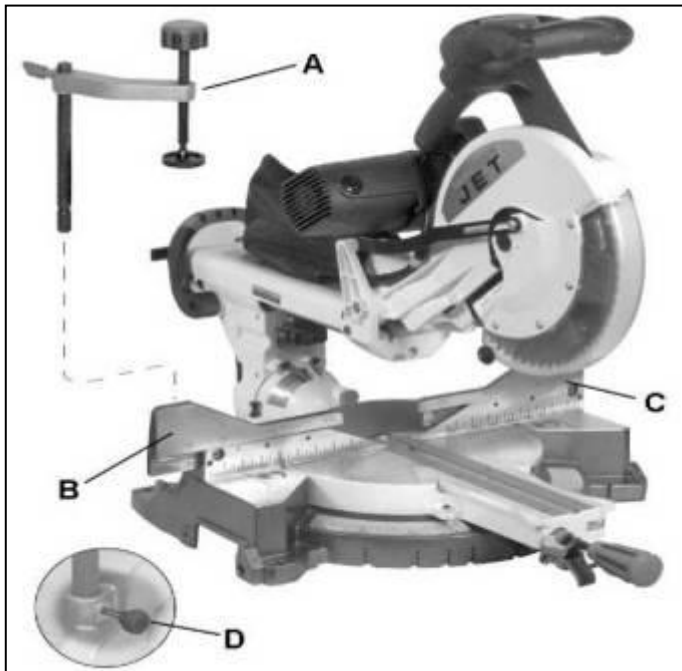

Рис. 4
1. Поместите узел вертикального прижима (А, рис. 4) в отверстие на основании, расположенном позади упора для заготовки (В, С).
2. Закрутите барашек фиксации стойки вертикального прижима (D).